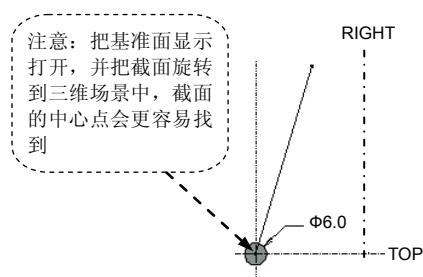

图 5.27.5 截面图形
Step6. 创建螺旋扫描特征的截面。进入草绘环境后，绘制和标注图 5.27.5 所示的截面——圆，然后单击草绘工具栏中的“完成”按钮